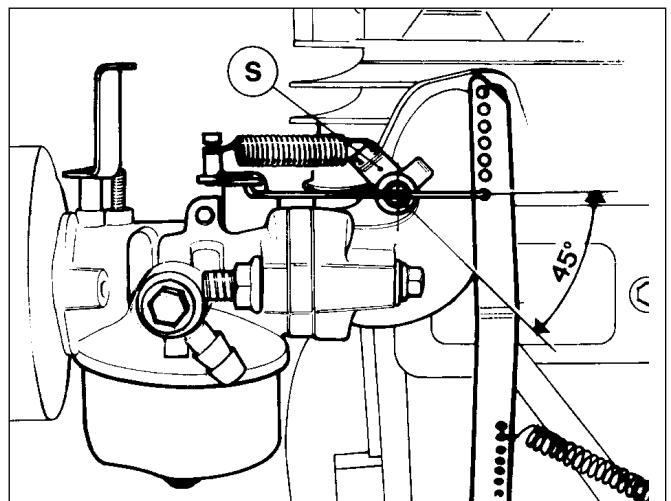
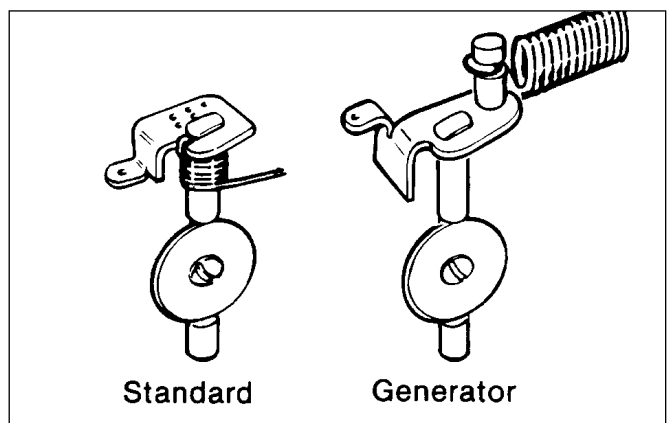

Abb. 13
Abb. 14
- Die kurze Vergaserklappenfeder ist wie in Abb. 13 gezeigt in das Spannstück (**S**) eingehakt. Die Rückholfeder unterscheidet sich ebenfalls von der standardmäßig bei Motoren mit horizontaler Kurbelwelle eingebauten Feder (Abb. 14).